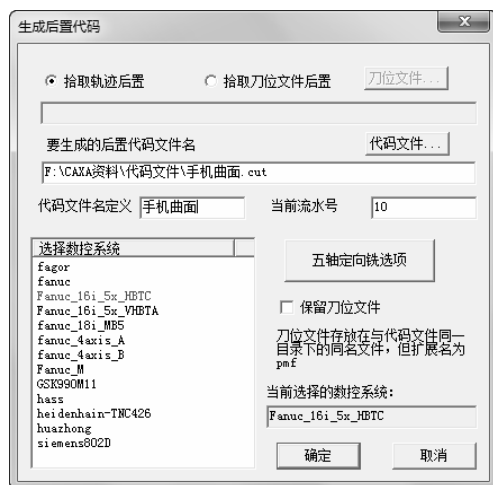

图 5-89 “生成后置代码”对话框
1) 选择下拉菜单“加工”→“后置处理 2”→“生成 G 代码”命令，系统自动弹出“生成后置代码”对话框，选取“拾取轨迹后置”，并选择如图 5-89 所示数控加工系统，其余设置为系统默认。